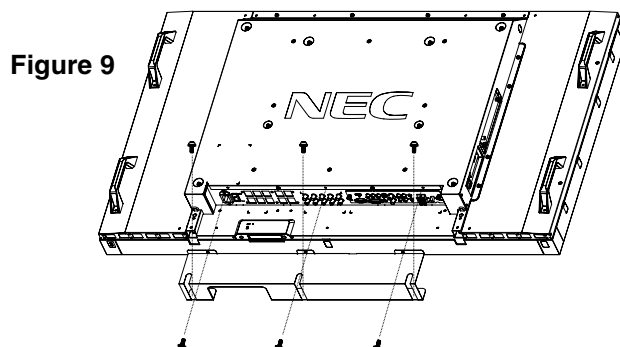

Figure 9
- Utilisez 6 des 10 vis M4 (fournies) pour fixer le cache-câble (Figure 9).